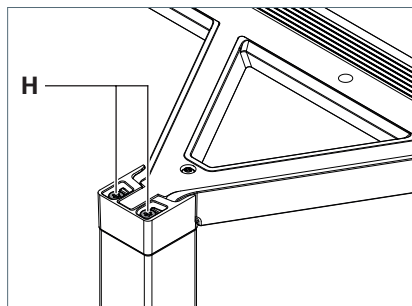

Fig. 10: Regolare la testa dell'apparecchio.
- Per abbassare la testa dell'apparecchio, ruotare le viti di regolazione **H** in senso antiorario, vedere Fig. 10.